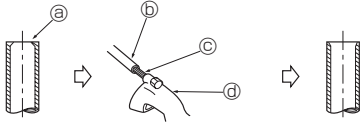

Fig. 5-4
5.2.2. Удаление задиров (Fig. 5-4)